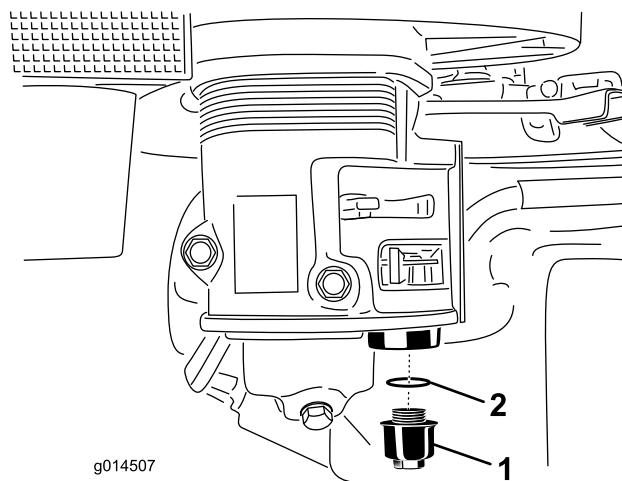

Figura 14
- Desenrosque la taza de sedimentos (Figura 14).